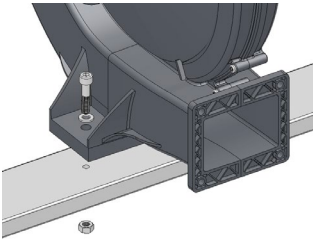

ABBILDUNG 6
1. Den Lüfter mit den entsprechenden Befestigungselementen M10 an der Anlage/Maschine befestigen (nicht im Lieferumfang enthalten). Es wird zur Verwendung von Unterlegscheiben geeigneter Größe empfohlen (ABBILDUNG 6).